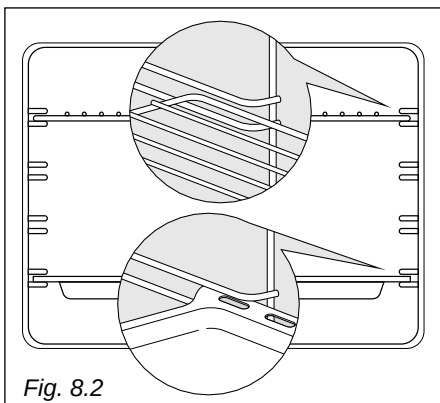

Fig. 8.2
- Faire glisser sur les guides les grilles et la lèchefrite (fig. 8.2).